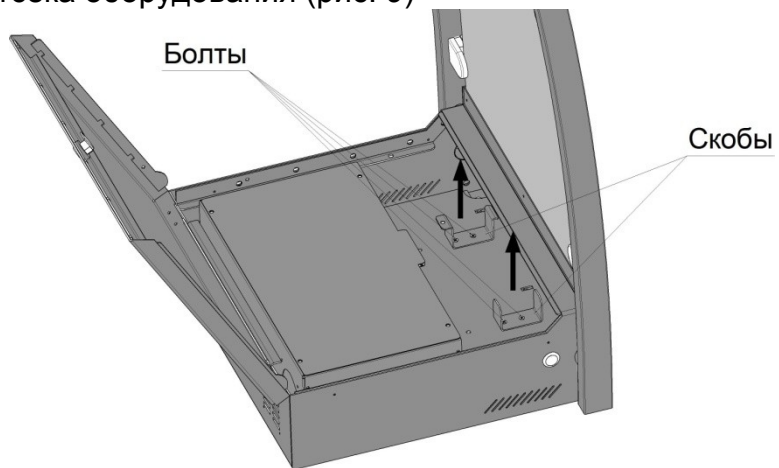

Рис. 9
- Открутить скобы, удерживавшие сетевой фильтр и извлечь их из отсека оборудования (рис. 9)